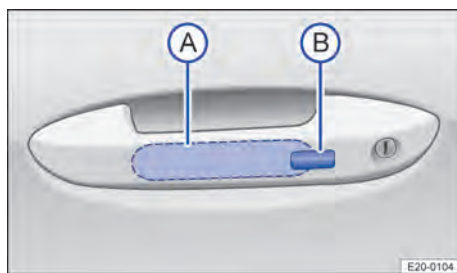

Fig. 56 Dans la poignée des portières avant : surfaces de détection
1. Touchez la surface de détection → fig. 56 A sur la face intérieure de la poignée de porte. Tous les clignotants clignotent deux fois.
2. Touchez la surface de détection → fig. 56 B sur la face extérieure de la poignée de porte. Tous les clignotants clignotent une fois.
2. Touchez une fois le capteur situé sur la face extérieure de la poignée de porte dans les cinq secondes qui suivent → fig. 56 B. N'introduisez pas la main dans la poignée de porte. Le système « Keyless Entry » est temporairement désactivé.